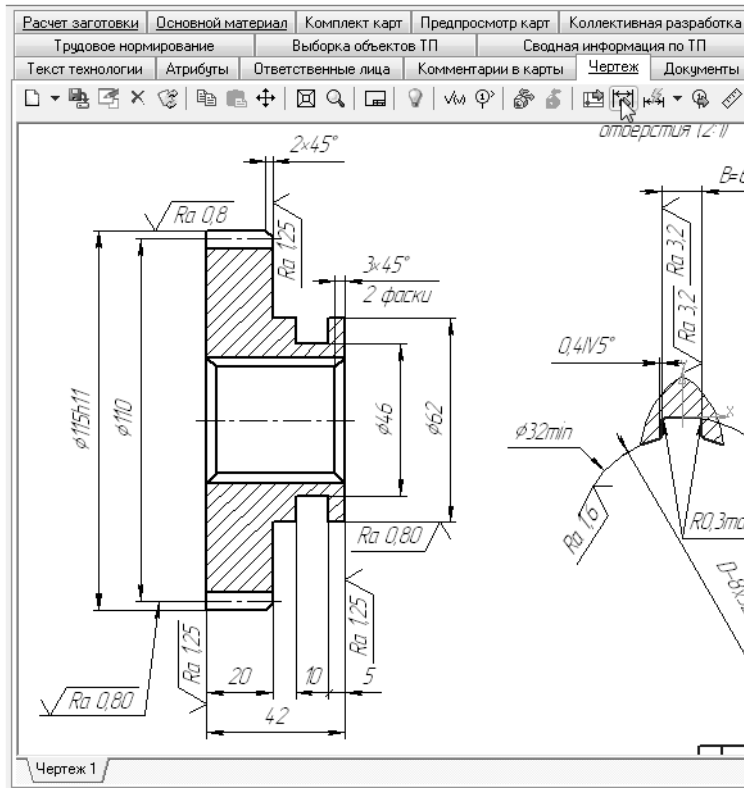
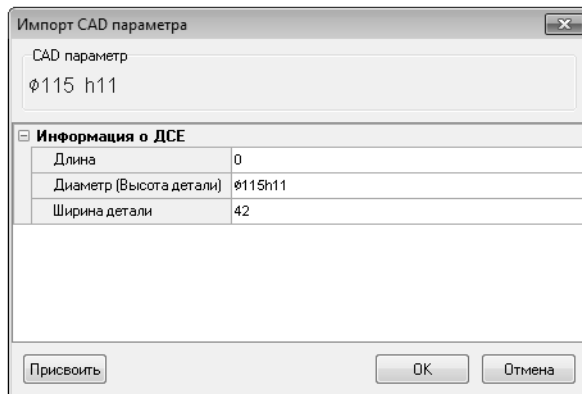

Рис. 1.7.
Рис. 1.8.
12. Нажмите кнопку **Импортировать параметр** на панели инструментов вкладки **Чертеж** (рис. 1.7). Укажите курсором-ловушкой импортируемый размер  $\varnothing 115h11$ . В открывшемся диалоге **Импорт САД-параметра** (рис. 1.8) установите курсор в строке *Диаметр (Высота детали)*, нажмите **Присвоить**, а затем **ОК**.